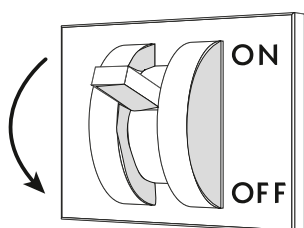

Abb. 36
- Trennen Sie das Kühlmöbel mit Hilfe des Wandschalters vom Stromnetz ("Abb. 36").